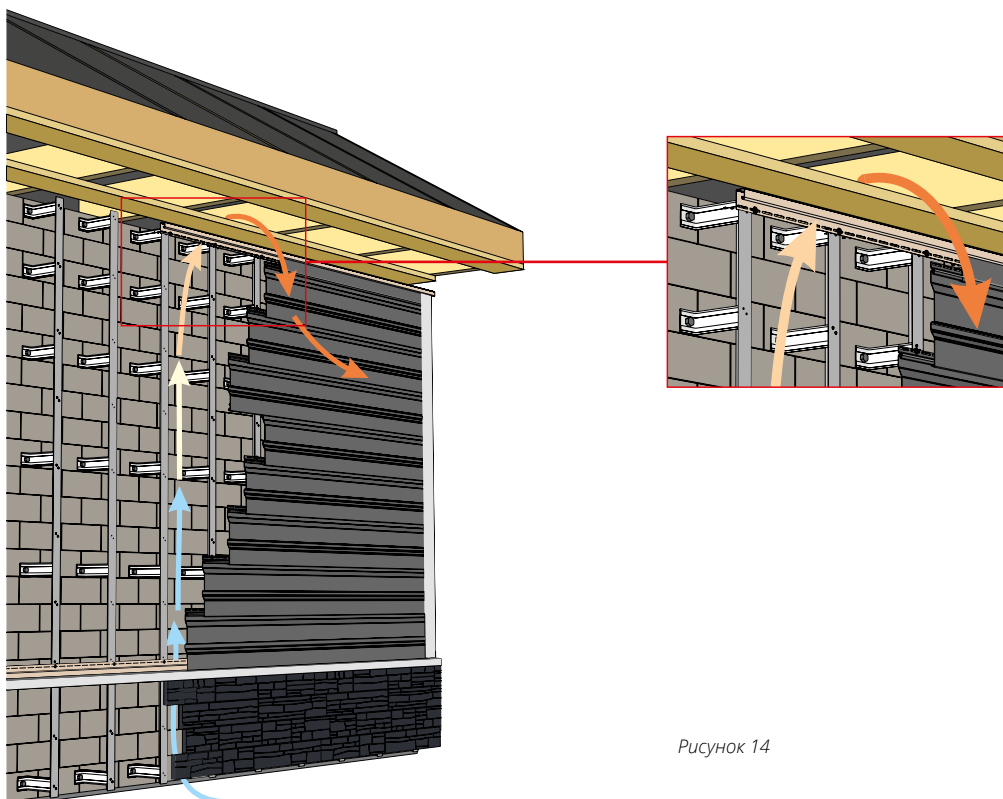

Рисунок 14
- 9.5** Софитная группа не должна перекрывать вентиляционный канал, мешать движению воздуха под сайдингом (рис. 14). Для организации выхода из вентканала используйте вентилируемую подшивку свеса. Например, полностью перфорированный софит или софит Estetic.